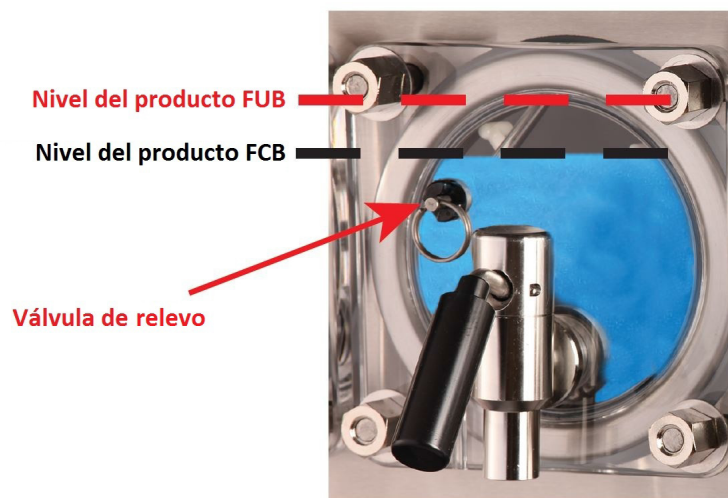

Figura 6.
2.	Llenar el barril tirando para abrir la válvula de alivio de placa frontal de barril para el barril (ver Figura 6) . El producto comenzará a llenar dentro del barril. Continúe llenando el cilindro hasta el nivel indicado en Figura 6 (aproximadamente mitad de camino entre la válvula y la tapa del barril, según el tipo de producto) para 100-110% saturación.